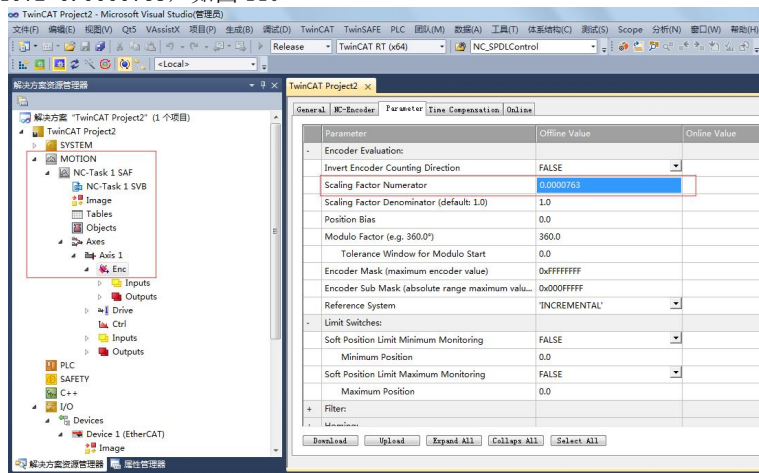

图 11
9、选择 TwinCAT 菜单重启到设置模式，设置每个指令脉冲对应的移动距离 Scaling Factor Numerator，TSVB 驱动器配绝对值编码器时默认的每转脉冲数是 131072，假设电机旋转一圈机械部件移动 10mm，Scaling Factor Numerator 设置为 $10/131072=0.0000763$ ，如图 11。
添加电机轴设备（图 11）。